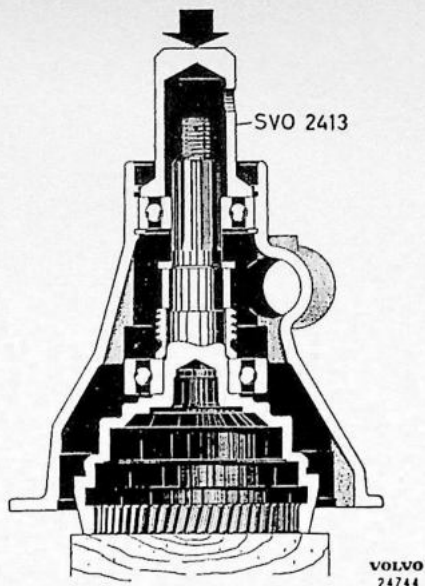

Fig. 4-63. Montage van de uitgaande as
3. Ondersteun de uitgaande as met een stuk hout. Breng de worm voor de kilometerteller (30), het afstandsstuk (29) en de drukring (24) aan. Pers de achterste helft van het huis erop met stempel SVO 2413; zie Fig. 4-63. Breng de borgveer voor het achterste lager aan. Pers de oliekeerring (27) op z'n plaats met stempel SVO 2422. Druk de aandrijfflens (26) er met een hiervoor geschikte huls of met het persgereedschap SVO 2421 op. Monteer de ring en de moer. Zet de moer vast en borg hem.